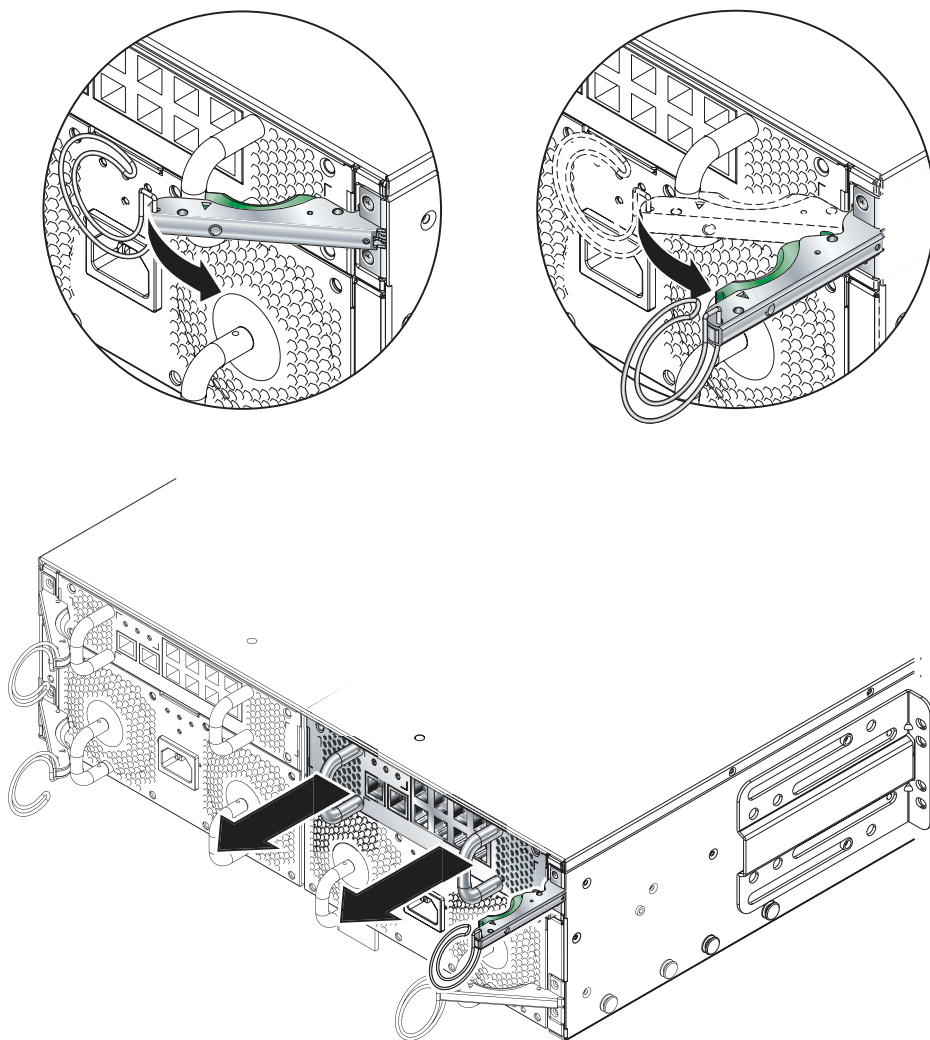

图 4-12 SSC 弹出杆
1. 压绿色的 SSC 弹出杆以解除其栓锁，然后朝您所在的方向拉弹出杆，从系统机箱上断开与 SSC 的连接（图 4-12）。
2. 检查弹出杆是否完全打开以及是否完全脱离 SSC 模块（图 4-12）。